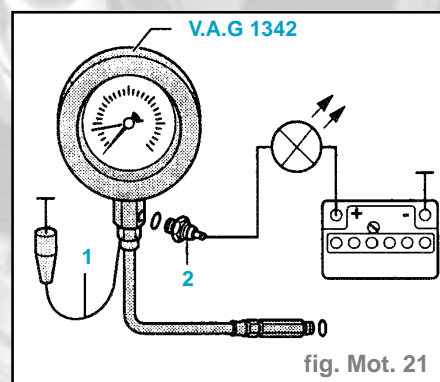

fig. Mot. 21
- Dévisser le contacteur de pression d'huile et visser l'appareil de contrôle de pression d'huile **V.A.G. 1342** (fig. mot. 21).